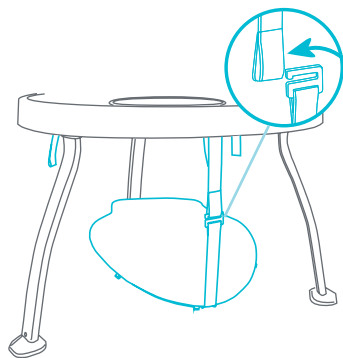

Fig. 3c
- Con el lado liso hacia arriba, alinee la plataforma en la parte superior de la tapa superior. Abroche la hebilla de ajuste con la correa pequeña con el aro más bajo (Fig. 3c). Repítalo en las correas traseras.